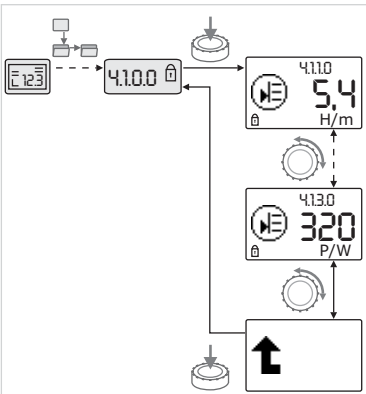

Fig. 40: Tietojen hakeminen näyttöön
- Käyttöpainiketta kiertämällä valitaan "Tietoja"-tyypin valikko-osia tämänhetkisistä alavalikoista (katso Fig. 40). Symbolein esitettyjen säätöjen selitykset, katso taulukko luvussa 8.7 "Valikon osien viitteet" sivulla 101.